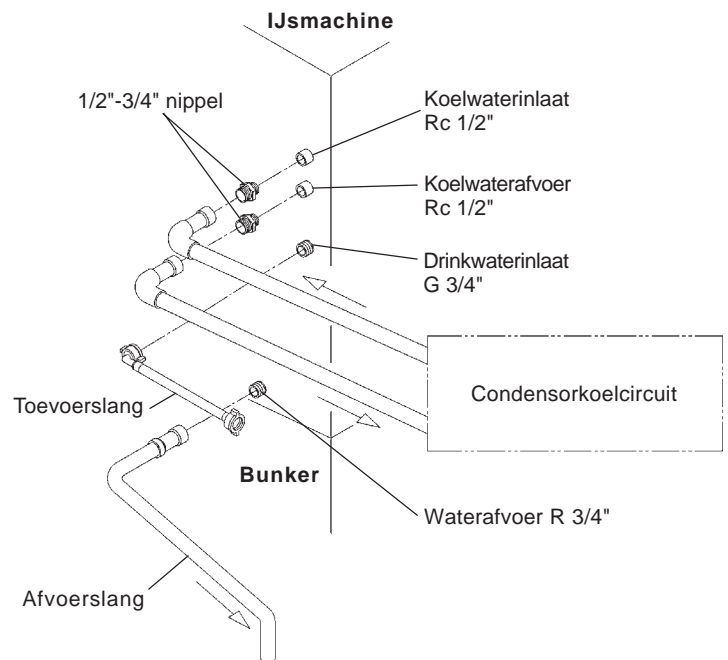

Fig. 9
[a] Standaardaansluitingen volgens WRC-voorschriften in het Verenigd Koninkrijk (fig. 9 en 10)
3) Draai de flexibele grijze afvoerslang (accessoire) handvast aan op de R 3/4" aansluiting aan de achterkant van de ijsmachine zoals aangegeven in fig. 9. Zorg er daarbij voor dat de rubber afdichtring goed is aangebracht voor een lekvrije aansluiting. Deze slang kan zo nodig op lengte worden gesneden voor een passende aansluiting op de hoofdafvoer.
5) Sluit het condensorkoelcircuit aan op het vrije uiteinde van de 1/2"-3/4" nippels zoals aangegeven in fig. 9 met een geschikte starre pijp. Voor een lekvrije verbinding moet PTFE-tape en/of een geschikte afdichtingspasta worden gebruikt.